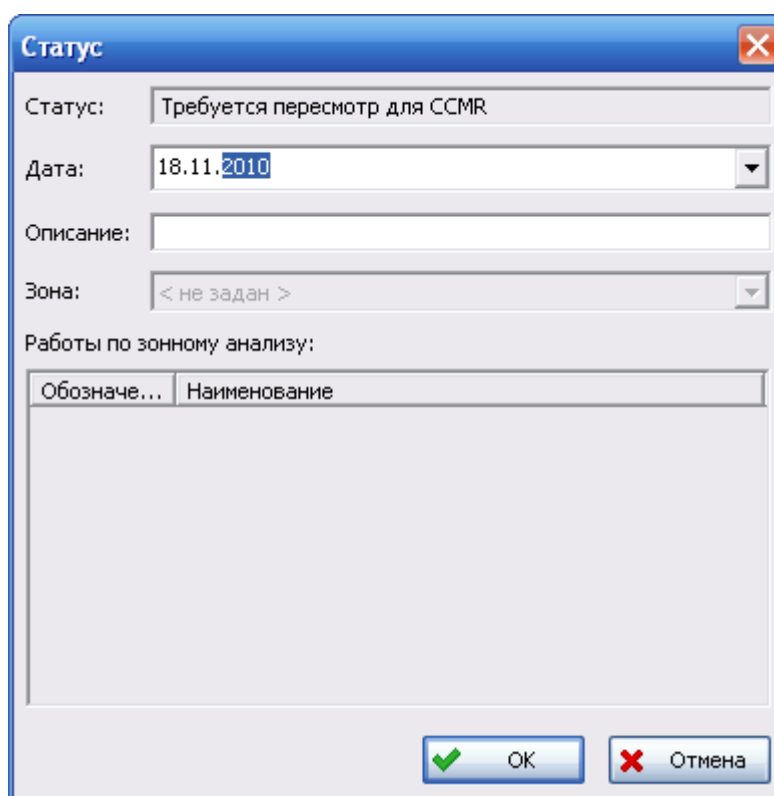

Рис. 3-120
- Далее в окне **Статус** при необходимости отредактируйте дату и нажмите на кнопку **ОК** (рис. 3-120).